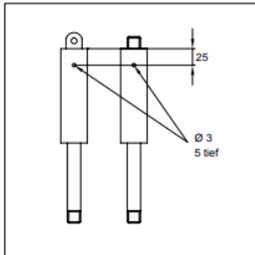

Bild 1 - Gasfeder
1) 空气弹簧：如图 1 所示，在距气缸底部约 25 毫米处钻孔。